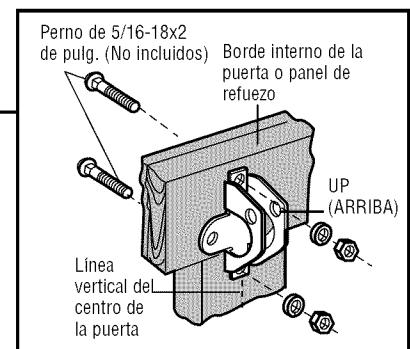

Figura 4
- Puede usar los agujeros laterales o superior e inferior de la ménsula. Haga los agujeros correspondientes de 5/16 de pulg. en la puerta y fije la ménsula con tornillos de 5/16x2 de pulg., arandelas de presión y tuercas (no incluidos) (Figura 4).